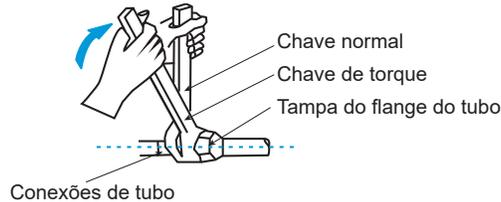

Figura 27
- Use duas chaves quando instalar ou desmontar a tubulação, uma chave comum e uma chave de torque. Consulte a Figura 27